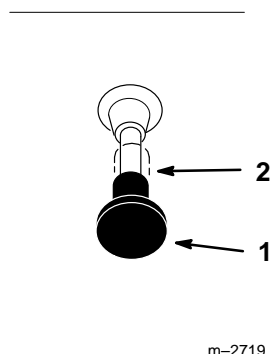

Figure 4
7. Quand le moteur a démarré, repousser progressivement le starter en position d'arrêt (Fig. 4). Si le moteur hésite ou cale, remettre le starter pendant quelques secondes. Mettre en suite la manette des gaz dans la position souhaitée. Répéter l'opération si nécessaire.